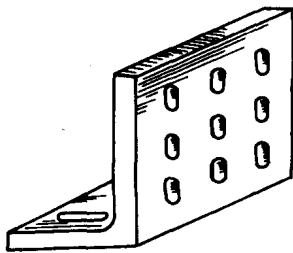

图 1-6 直角板
**答** 直角板（图 1-6）用铸铁制成，经过精刨加工，有的还经过刮削。它的两个平面的垂直精度较高。直角板上的孔或槽是搭压板时穿螺钉用的。